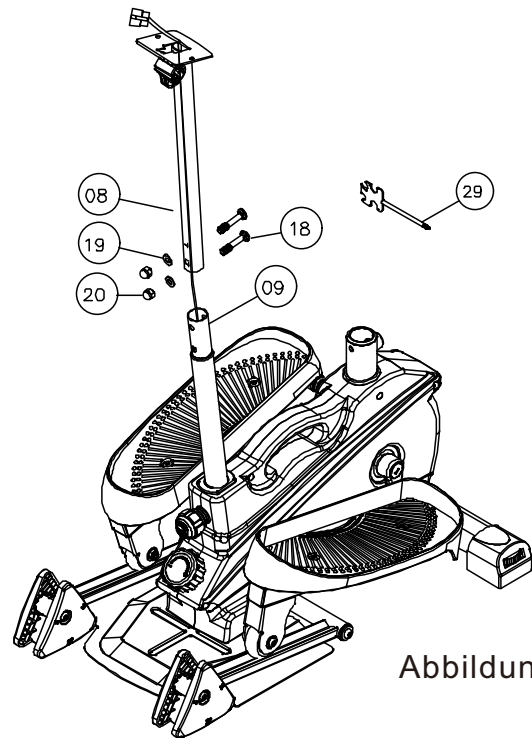

Abbildung 8
8. Verwenden Sie 2 Stück Nr. 18 Cart-Schrauben, Nr. 19 Flachscheibe, Nr. 20 Hochblock-Schuss, und befestigen Sie die Nr. 08 Vorderer Steher-Satz und die Nr. 09 Zentralisiertes Managementsystem zusammen. Wie in Abbildung 8 dargestellt: